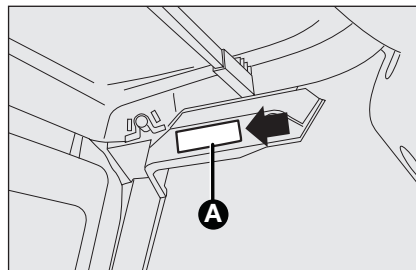

fig. 28
- ☐ à l'aide du tournevis fourni, extraire le plafonnier **A-fig. 28** en agissant sur le point indiqué.